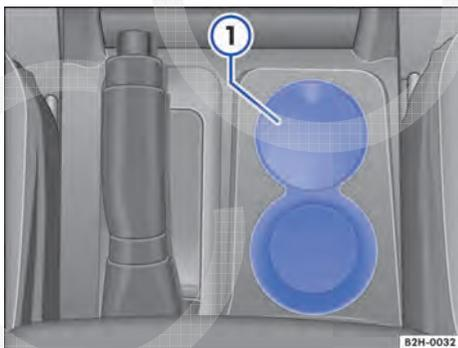

Fig. 139 No console central: cinzeiro.
- Retirar o cinzeiro ⇒ Fig. 139  e esvaziar.